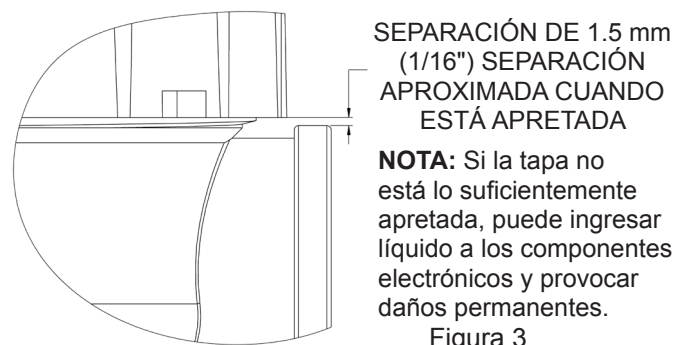

Figura 3
5. Enrosque la tapa del medidor manualmente. Para verificar el apriete, debería haber una separación de aproximadamente 1.5 mm (1/16") entre la tapa y el borde del puerto de salida (consulte la Figura 3).